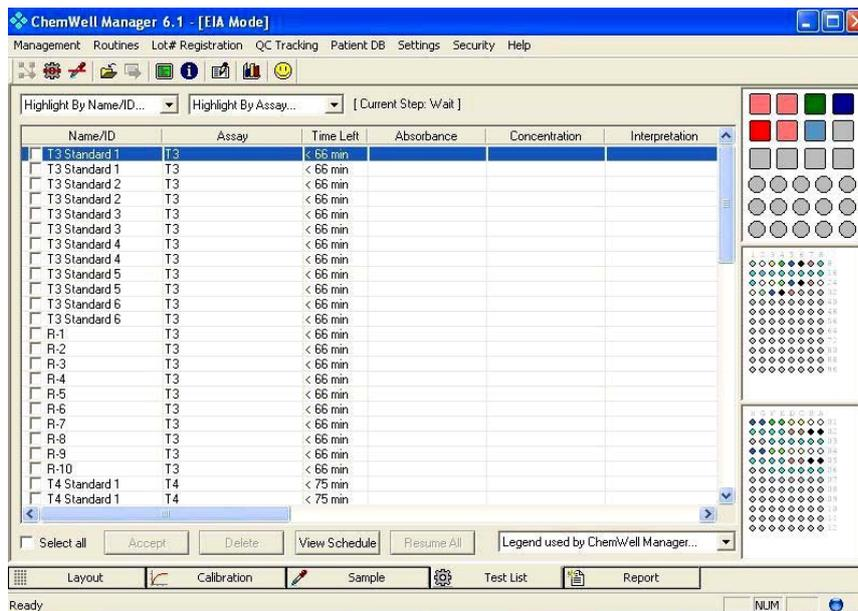

Рисунок 8.1-4. Список тестов Test List
5. Поместите все необходимые реагенты и пробы в правильные позиции на штативах, установите соответствующие стрипы для ИФА в пластиковый держатель стрипов, и кликните “All are Loaded” (Все загружено). Процесс выполнения Тестов начнется. Время, оставшееся для завершения каждого калибратора/стандарта (Calibrator/Standard), контроля (Control) и пробы (Sample), будет показано на экране (смотрите **Рисунок 8.1-4. Список тестов**).